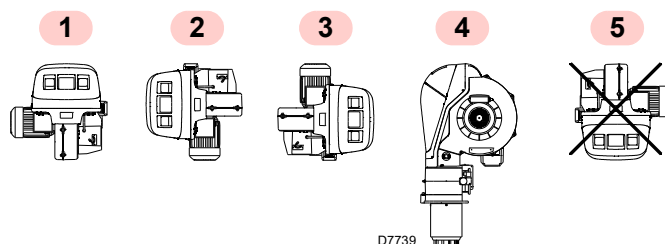

Abb. 14
- Der Brenner kann ausschließlich in den Stellungen 1, 2, 3 und 4 Abb. 14 betrieben werden.